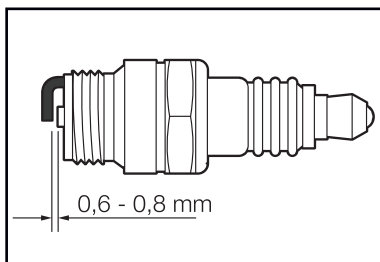

Рис. 9
- Измерьте зазор. Он должен быть 0.6-0.8 мм (Рис. 9).